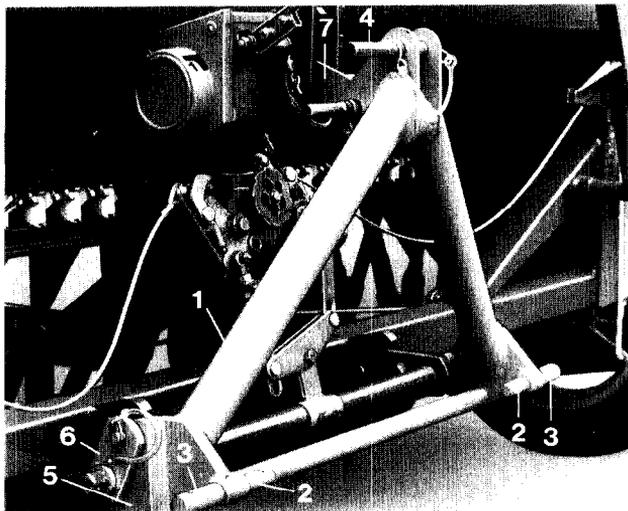

Fig. 37
Pour augmenter le débattement entre le semoir et le tracteur, il est possible d'utiliser le dispositif d'attelage rapide (fig. 37/1).
- sur les tracteurs avec attelage catégorie I, par les axes (fig. 37/2) intérieurs au cadre,
- sur les tracteurs avec attelage catégorie II, par les axes (fig. 37/3) extérieurs au cadre.
Fixer et goupiller le bras supérieur à l'aide de l'un des deux axes catégorie I ou catégorie II représenté sur la fig. 37/4.
Pour atteler, accrocher les crochets (fig. 37/5) à la barre d'attelage inférieure du semoir, repousser de chaque côté les attaches de sécurité (fig. 37/6) par-dessus les extrémités des axes et goupiller.
Accoupler le bras supérieur du semoir au moyen de la chappe d'attelage (fig. 37/7) à l'attelage rapide. Régler la longueur du bras supérieur de manière à ce que la paroi arrière du semoir soit verticale au sol.